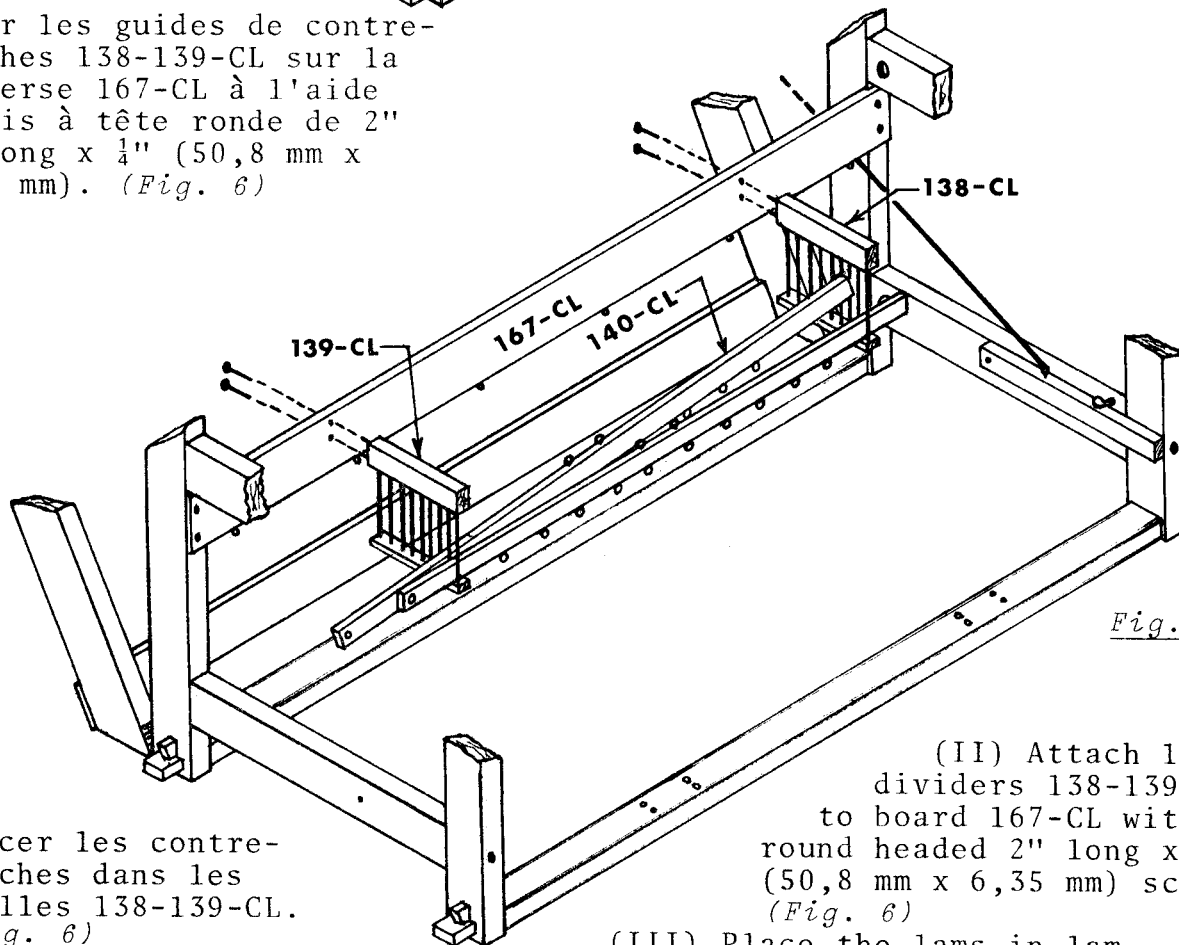

Fig. 6
- (II) Fixer les guides de contre-marches 138-139-CL sur la traverse 167-CL à l'aide de vis à tête ronde de 2" de long x ¼" (50,8 mm x 6,35 mm). (Fig. 6)
(II) Fixer les guides de contremarches 138-139-CL sur la traverse 167-CL à l'aide de vis à tête ronde de 2" de long x $\frac{1}{4}$ " (50,8 mm x 6,35 mm). (Fig. 6)
(III) Placer les contremarches dans les grilles 138-139-CL. (Fig. 6)
(II) Attach lam dividers 138-139-CL to board 167-CL with round headed 2" long x $\frac{1}{4}$ " (50,8 mm x 6,35 mm) screws. (Fig. 6)
(III) Place the lams in lam dividers 138-139-CL. (Fig. 6)